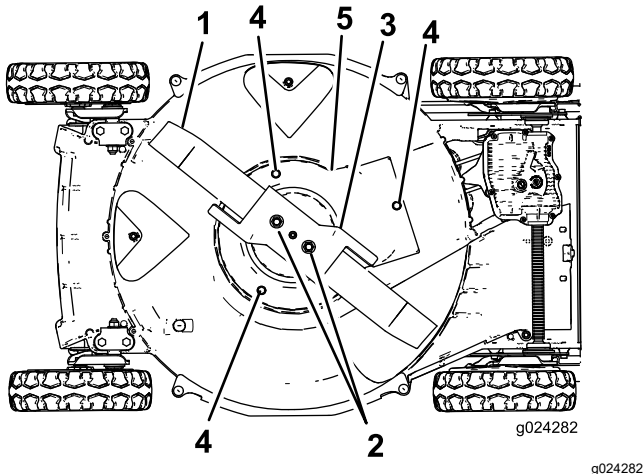

Figure 36
- Enlevez les 2 écrous de lame, l'accélérateur et la lame (Figure 36).
- Retirez les vis qui fixent la protection du débrayage du frein de lame au carter du tablier de coupe (Figure 36).